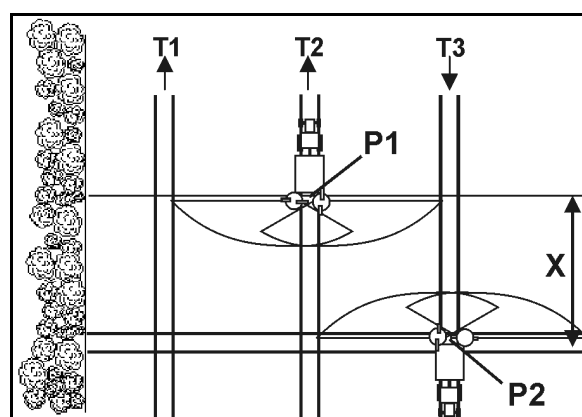

Рис. 63
- Откройте запорную заслонку при въезде на технологическую колею в точке Р1 (Рис. 63), если распределяющий диск при прохождении участка Х технологической колеи разворотной полосы был удалён.
- Закройте заслонку перед выездом с технологической колеи в точке Р2 (Рис. 63), если распределяющие диски находятся на уровне первой технологической колеи разворотной полосы.